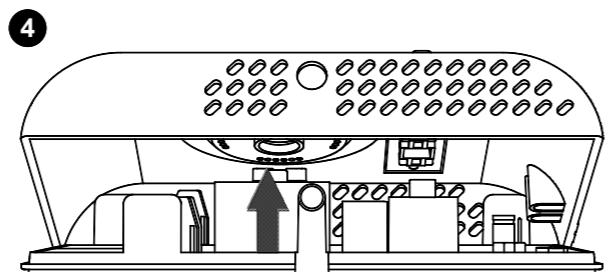

Fig. 5 - Abb. 5
- 4 Tourner la calotte en exerçant une légère pression jusqu'à l'extraire complètement (Fig. 5).
2. Positionner les cavaliers mécaniques comme indiqué dans l'exemple de la Fig. 6 (**E**). De cette façon, le champ de rotation est réduit comme dans l'arc indiqué au point **F** de la Fig. 5.
- ④ Drehen Sie nun den Deckel nach oben, um diesen vollständig zu entfernen (Abb. 5).